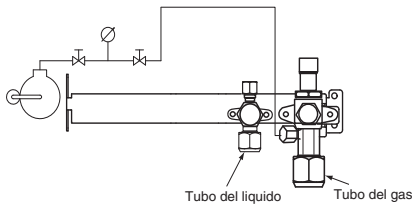

Fig. 9-2
- (6) Sia la valvola di servizio del tubo del gas che quella del tubo del liquido devono essere aperte. In caso contrario, aprirle ora. (Fig. 9-2)